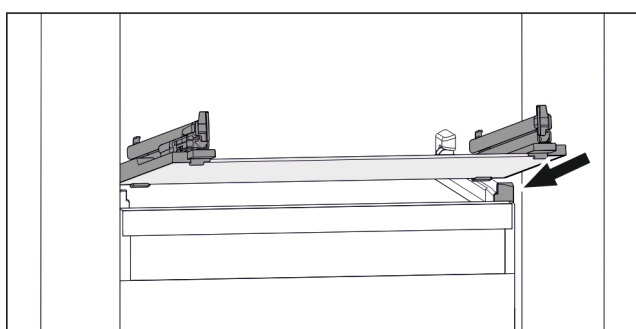

Fig. 156 Vejledende visning af glaspladen
- ▶ Sæt glaspladen skråt bag stoppene. (se Fig. 156)